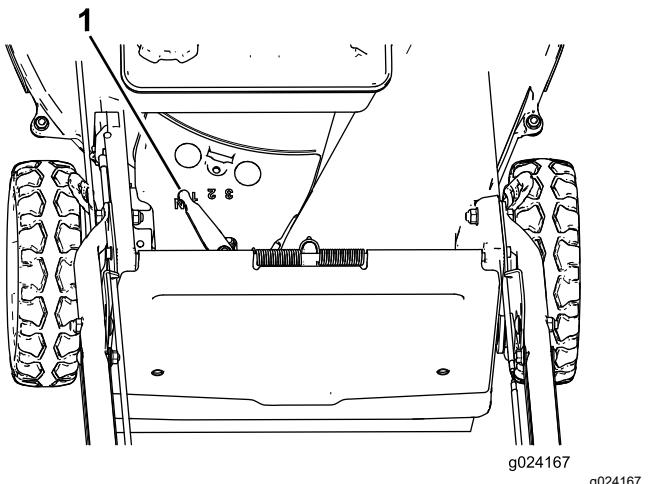

Figura 16
La máquina tiene 3 velocidades de avance: 1 (lenta), 2 (media), y 3 (rápida); también tiene una posición de Punto muerto (N). La palanca de autopropulsión está situada debajo y detrás del depósito de combustible (Figura 16).